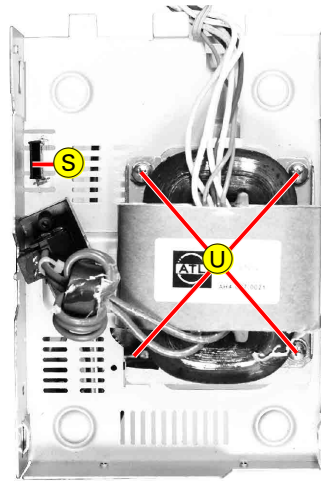

Fig. 10
- Beim Einbau darauf achten, dass die Hauptplatte in die Führung **S** (Fig. 10) eingreift.
- When reassembling take care, that the main PCB engages with its guide **S** (Fig. 10).
- 4 Schrauben $\text{\textcircled{U}}$ (Fig. 10) herausdrehen.
- Undo 4 screws $\text{\textcircled{U}}$ (Fig. 10).